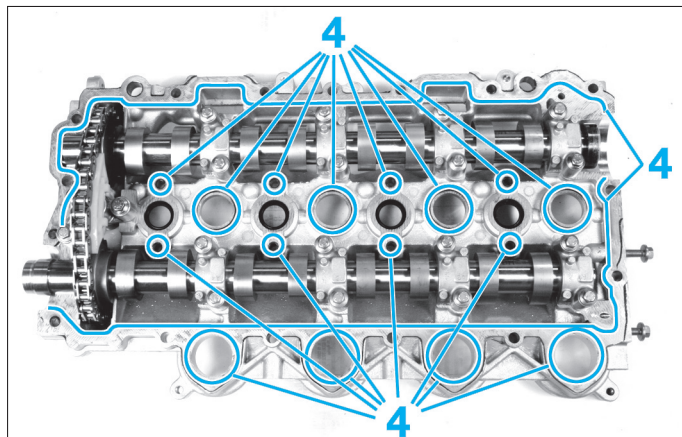

FIG. 68
- Appliquer sur les zones (4) indiquées du carter d'arbre à cames, un cordon de pâte à joint (type Autojoint Noir) (Fig.68).